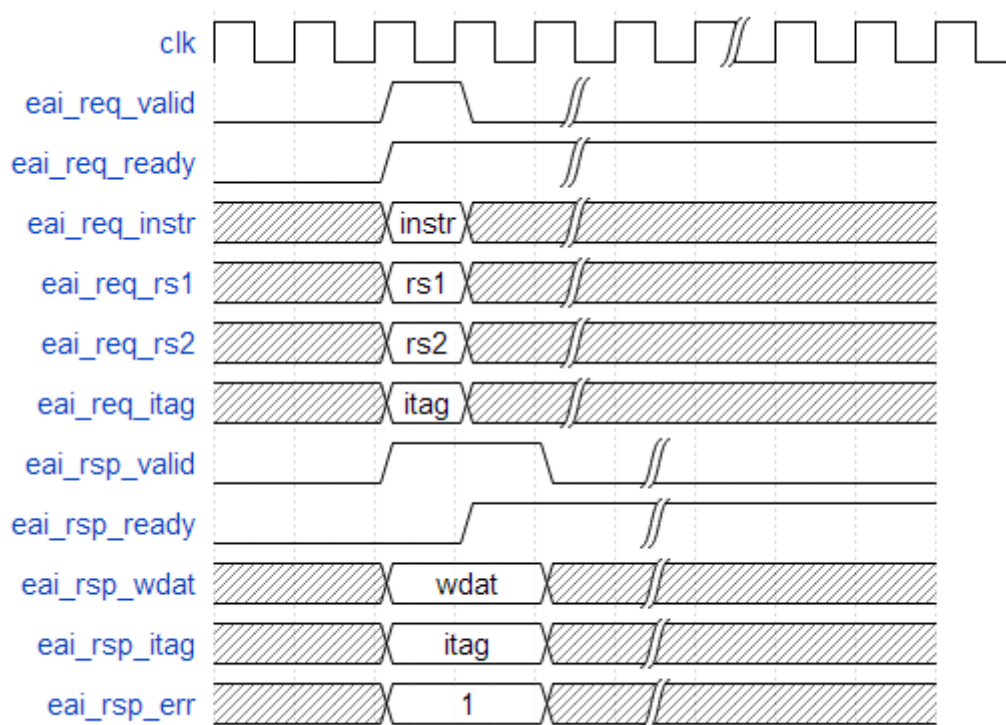

图 2-11 协处理器非法指令返回错误标志
- 主处理器向协处理器通过 EAI 的 Request Channel 派发指令，协处理器译码出该指令是个非法指令，其通过 Response Channel 返回错误标志。如图 2-11 所示。